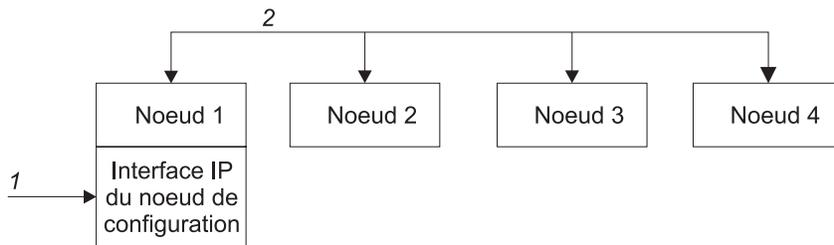

Figure 3. Noeud de configuration
La figure 3 présente un exemple de cluster comportant quatre noeuds. Le noeud 1 est le noeud de configuration. Les demandes utilisateur (1) sont traitées par le noeud.